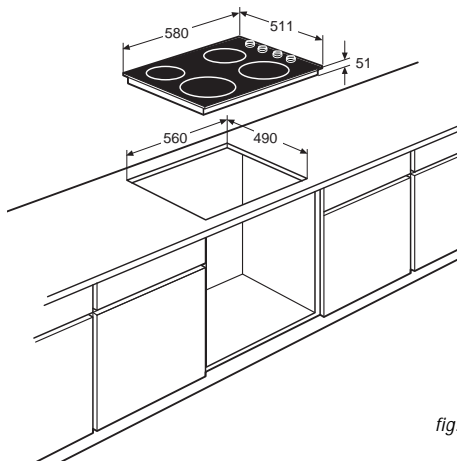

fig. 6
- Teken de uitzaagmaat (560 x 490 mm) af op het aanrechtblad (zie fig. 6).